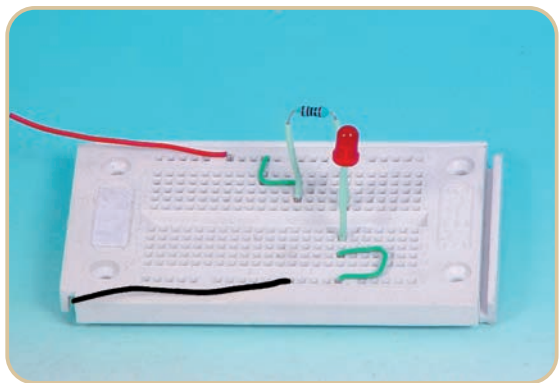

图 2-51
⑤ 导线要紧贴面包板,以免受意外碰撞弹出面包板,造成接触不良。连线在集成电路周围通过,不允许跨接在集成电路上,也不要使导线重叠在一起,应尽可能做到横平竖直,这样有利于查找及更换元器件及连线(如图2-51)。